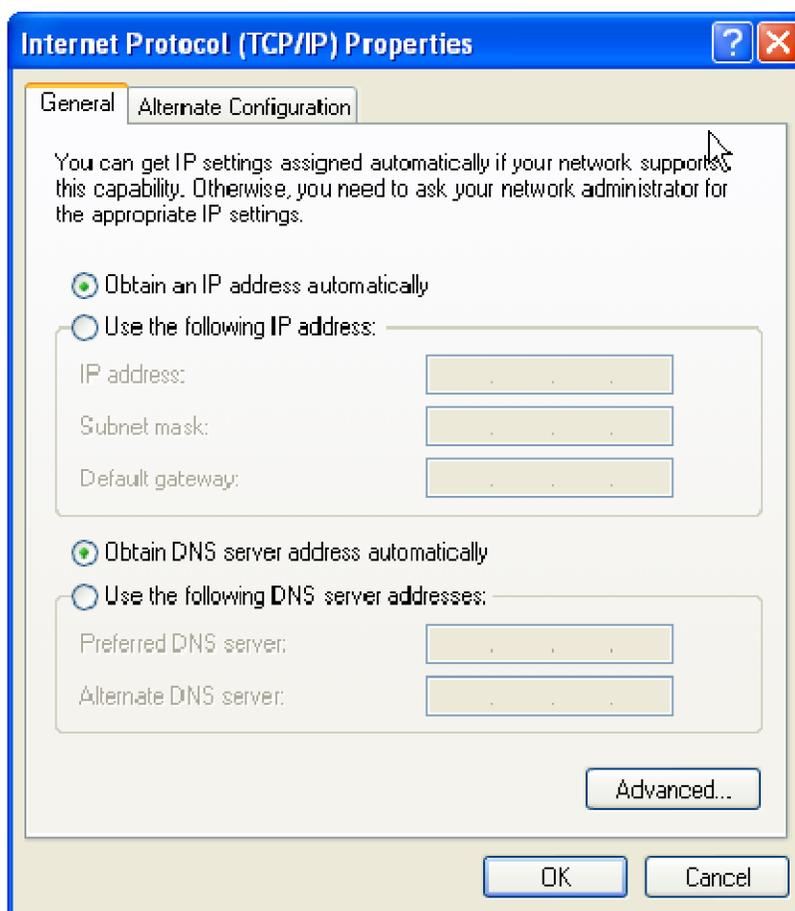

図 19: IP Properties ダイアログ・ボックス
5. リストを下にスクロールして **Internet Protocol (TCP/IP)** を選択し、**Properties** をクリックします。Internet Protocol (TCP/IP) Properties ダイアログ・ボックスが表示されます。(図 19 参照)。